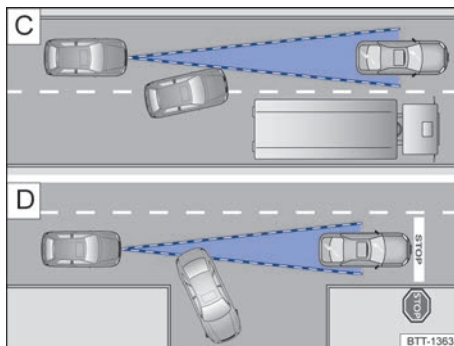

Fig. 99 [C] Mudança de faixa. [D] Veículo virando ou parado.
Por exemplo, se um veículo detectado pelo ACC virar ou mudar de faixa, e se houver um veículo parado à frente deste veículo, o ACC não reagirá ao veículo parado → Fig. 99 .
- Veículos que mudam para a faixa onde você se encontra com pouca distância do veículo → Fig. 99 .